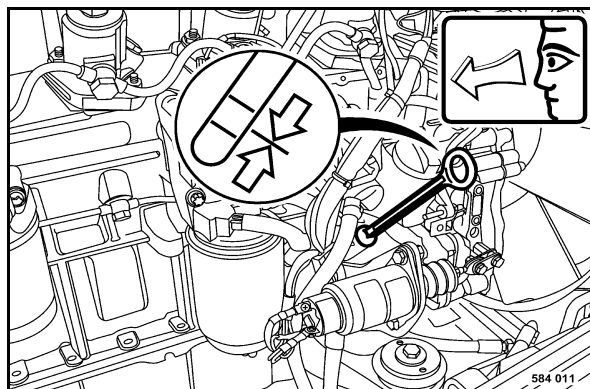

Fig. 122
- Retirer la jauge d'huile (Fig. 122), la nettoyer avec un chiffon propre non fibreux et l'introduire à fond.